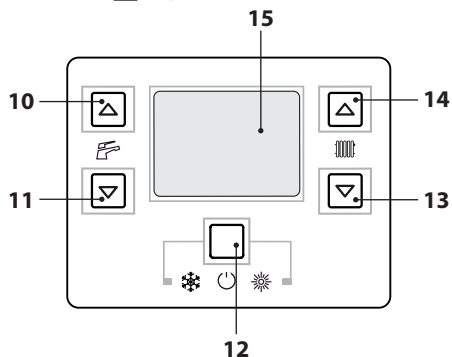

Figura 2.3
- Mantenga pulsado durante 2 segundos el botón 12 hasta que aparezcan en el display los símbolos  y  (Figura 2.3).